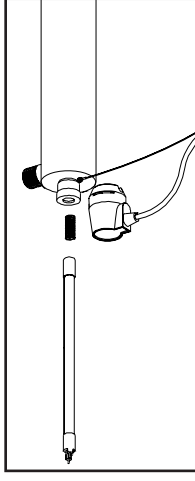
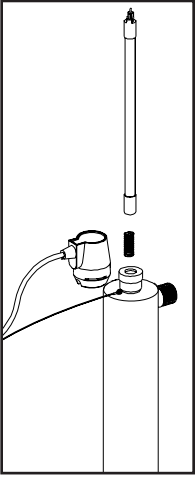

FIGURE 2C
FIGURE 2D
3. Pour l'installation d'une lampe neuve, retirer d'abord la lampe de son emballage de protection; veiller encore à ne pas toucher la surface de verre de la lampe. Insérer délicatement la lampe dans le réacteur (à l'intérieur de la gaine de quartz – Figure 2C). Insérer complètement la lampe dans le réacteur, mais laisser la lampe dépasser de deux pouces hors de la chambre du réacteur. Ensuite, brancher le connecteur à la lampe UV (Figure 2B). Le connecteur comporte un repère de positionnement qui empêche un branchement incorrect (Figure 2B). S'assurer que le connecteur soit parfaitement enfoncé sur la lampe UV (Figure 2D).
3. To install a new lamp, first remove the lamp from its protective packaging, again being careful not to touch the lamp glass itself. Carefully insert the lamp into the reactor vessel (actually inside the quartz sleeve) (Figure 2C). Insert the lamp fully into the chamber leaving about two inches of the lamp protruding from the chamber. Next, attach the connector to the UV lamp (Figure 2B). The connector is "keyed" and will only allow correct installation in one position. Ensure the connector is fully seated onto the UV lamp (Figure 2D).